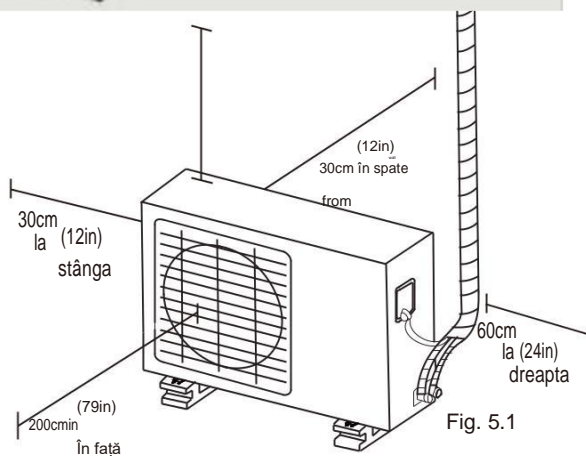

Fig. 5.1
- o Îndeplinesc toate cerințele spațiale prezentate în Cerințe spațiu de instalare (Fig. 5.1)